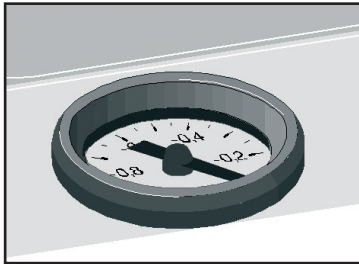
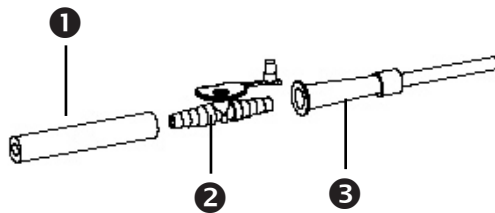

Bild 3. Vakuummeter
Bild 4.
- Stellen Sie Ihr gewünschtes maximales Vakuum ein, indem Sie die Saugschlauchöffnung (①, Bild 4) zuhalten und das Vakuum aufbauen lassen. Dann öffnen Sie den Vakuumregler (⑥, Bild 1, S. 4) soweit, bis das Vakuummeter das gewünschte Vakuum anzeigt (Bild 3).
- Wählen Sie einen Absaugkatheter (z.B. von Unoplast, ③, Bild 4, diese sind bei ATMOS in 3 Größen erhältlich) in der richtigen Größe oder ein Absaugbesteck, das Ihnen der Fachhandel bereitstellen kann.
- Verbinden Sie den Saugschlauch (①, Bild 4) und den Absaugkatheter (③, Bild 4) mit Hilfe des Fingertip (②, Bild 4).